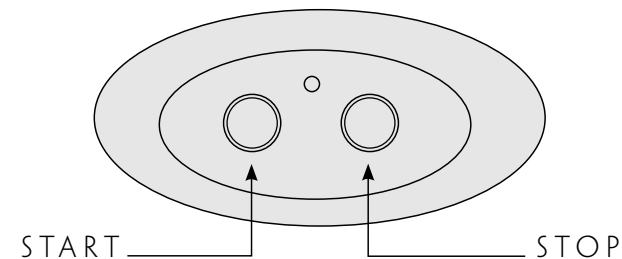

fig.3 Pulsantiera massaggio
**Un ciclo di massaggio dura 3 minuti. Se si desidera interrompere prima il massaggio premere il pulsante d'arresto, come mostrato in fig. 3. In ogni caso dopo 3 minuti il massaggio si fermerà in modo autonomo.**